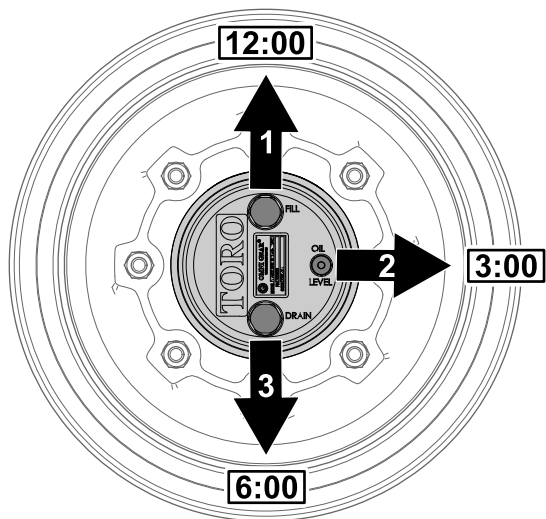

Figura 104
1. Parcheggiate la macchina su una superficie pianeggiante e posizionate la ruota in modo che il tappo di riempimento si trovi nella posizione a ore 12, il tappo di controllo nella posizione a ore 3 e il tappo di spurgo nella posizione a ore 6 (Figura 104).
2. Rimuovete il tappo di controllo nella posizione a ore 3 (Figura 104).
1. Parcheggiate la macchina su una superficie pianeggiante, posizionate la ruota in modo che il tappo di riempimento si trovi nella posizione a ore 12, il tappo di controllo nella posizione a ore 3 e il tappo di spurgo nella posizione a ore 6; fate riferimento alla Figura 104 in Controllo del lubrificante della trasmissione degli ingranaggi a ruotismo planetario \(pagina 76\).